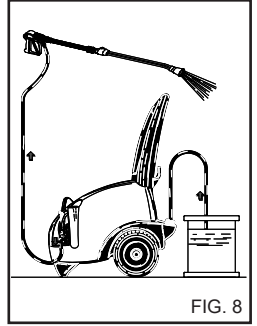

FIG. 8
Kun olet käyttänyt pesuainetta, pesuaineen syöttö pitää huuhdella puhtaalla vedellä. (Fig. 8).
1) Huuhtele korkeapaineinen vesipiiri pesuaineen käytön jälkeen: käytä pumppua 1 minuutin ajan annosteluhana täysin suljettuna. (Fig. 8).
- 4) Huuhtelee korkeapainediin vesipiiri pesuainediin käytön jälkeen: käytä pumppua 1 minuutin ajan annosteluhana täysin suljettuna. (Fig. 8).